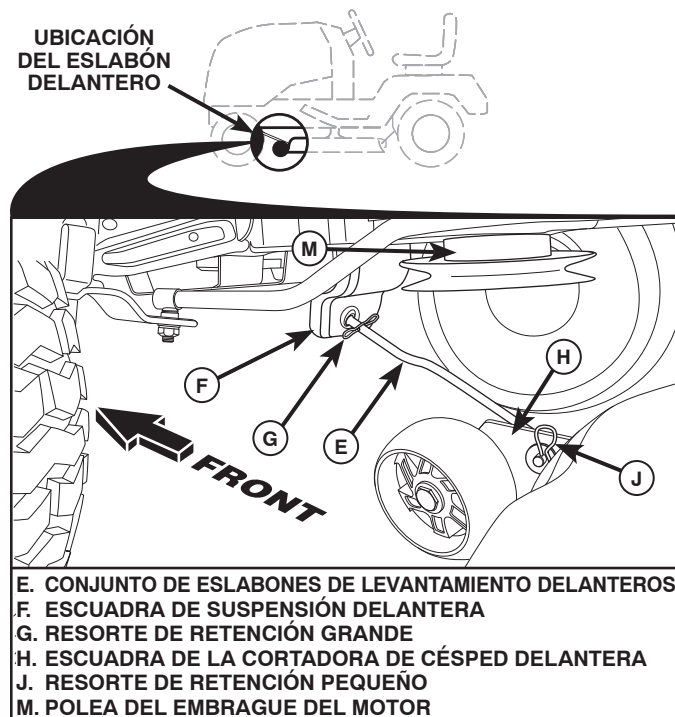

Fig. 36
8. INSTALE EL ESLABÓN DELANTERO (E) (Vea Fig. 36)
- Desde la parte delantera del tractor, inserte el extremo de varilla del eslabón delantero (E) a través del agujero delantero de la escuadra de suspensión delantera del tractor (F).
- Muévase hasta el lado izquierdo de la cortadora e inserte un resorte de retención grande (G) a través del agujero del eslabón delantero (E) detrás de la escuadra de suspensión delantera (F).
- Inserte el otro extremo del eslabón (E) en el agujero de la escuadra derecha de la cortadora de césped (H) y asegure con una arandela y un resorte de retención pequeño (J).